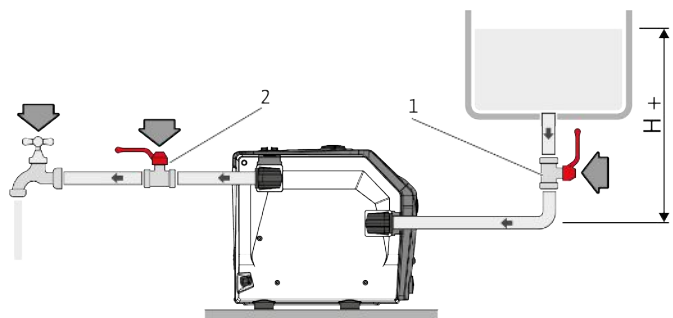
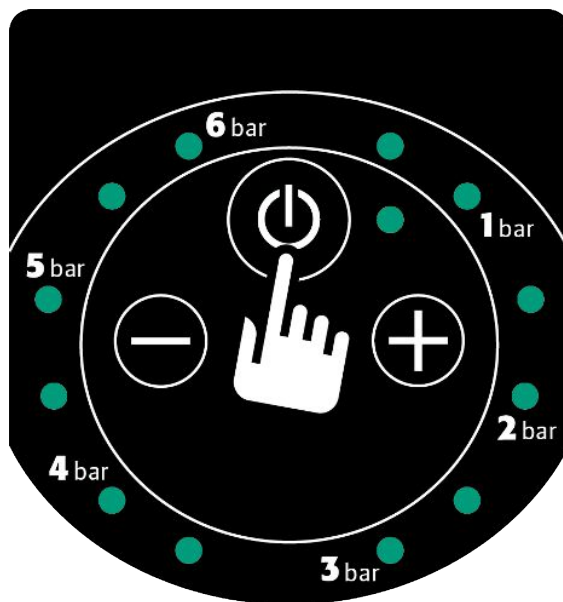

Fig. 8: Режим навантаження
Fig. 11: Кнопка керування «Увімк/вимк»
1. Якщо виріб встановлено в режимі навантаження (Fig. 8), натисніть кнопку керування «Увімк/вимк» 1 раз (Fig. 11).
2. Натисніть кнопку керування «Увімк/вимк» на панелі керування (Fig. 11).